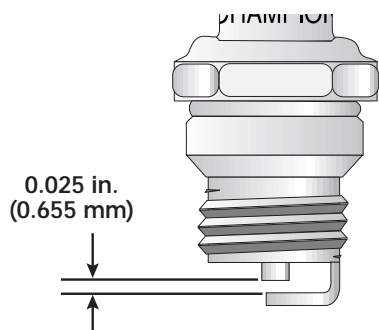

Fig. 29
- a. Tournez l'écrou de réglage à l'aide d'une clé de 8 mm (5/16 po) ou d'un tournevis à embout hexagonal (Fig. 29).
3. Remplacez toute bougie fendillée, encrassée ou sale. Réglez l'écartement à 0,655 mm (0,025 po) à l'aide d'une jauge d'épaisseur (Fig. 29).